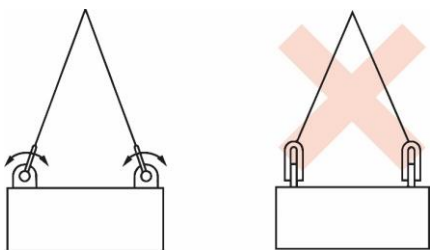

Figura 1
- Los grilletes no deberían usarse de manera que originen cargas laterales. En general, esto significa que el cuerpo del grillete debería recibir la carga a lo largo del eje de su línea central (véase la figura 1).